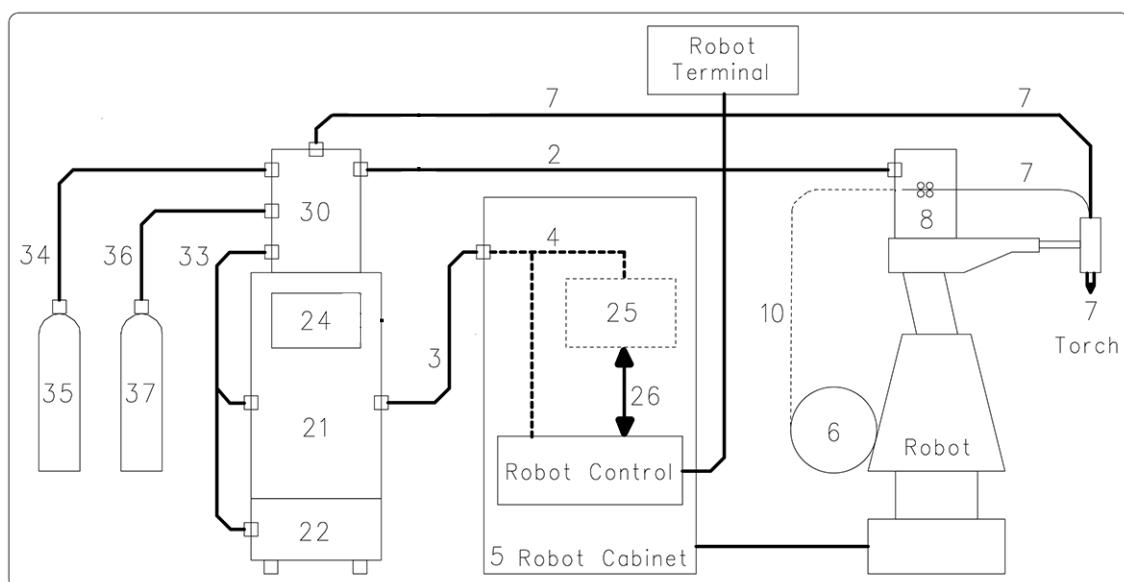

fig. 2
composto da un Generatore, un Pannello Remoto di Controllo (Opt.), un Gruppo di Raffreddamento interno o esterno, un Carrello Trainafilo, una Console Plasma (Opt.) ed una Interfaccia Robot (Opt.) (fig. 2).
NOTA: Se il Controllo Robot (Robot Control in fig. 2) dispone di linea di comunicazione di tipo CANopen DS401, l'interfaccia (25) ed il cavo (26) non sono necessari, in questa configurazione utilizzare Art. 2063 in abbinamento all'Art. 2054.
### 2.1 Messa in opera (fig. 2).